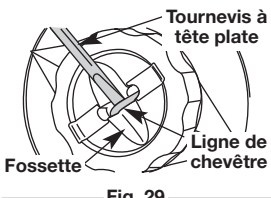

Fig. 29
2. Utilisant un tournevis à tête plate, insérez le bout dans la ligne fossette et juste sous la partie exposée de la ligne (Fig. 29)